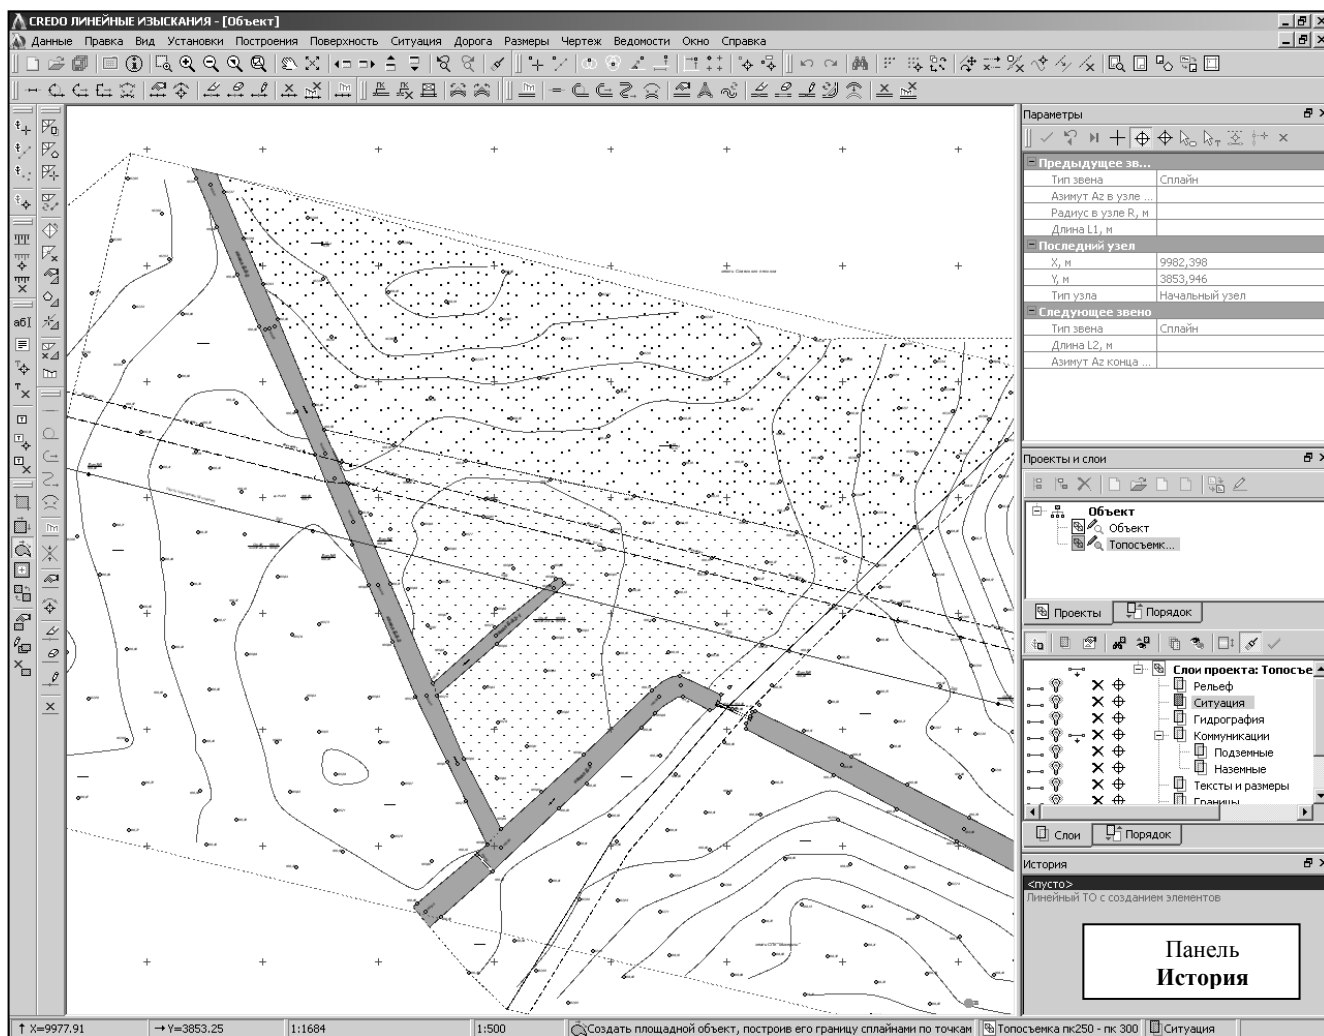

Рис. 1
- **Панель Проекты и слои** (рис. 1) — содержит функционал, обеспечивающий управление созданием структуры проектов в наборе проектов и работу со слоями;
- **панель Параметры** (рис. 1) — обеспечивает работу с параметрами активной команды;
- **панель История** (рис. 1) — содержит список действий, выполненных пользователем в течение текущего сеанса работы;